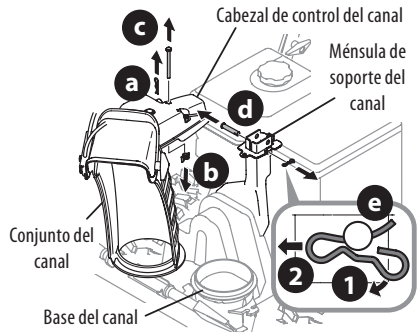

Figura 19
1. Retire el broche de horquilla (a), la tuerca de mariposa (o la tuerca de bloqueo en caso de proporcionarse) (b) y el tornillo hexagonal (c) del cabezal de control del canal, y el pasador de horquilla (d) y el pasador de chaveta con unión curva (e) de la ménsula de soporte del canal (Figura 19).